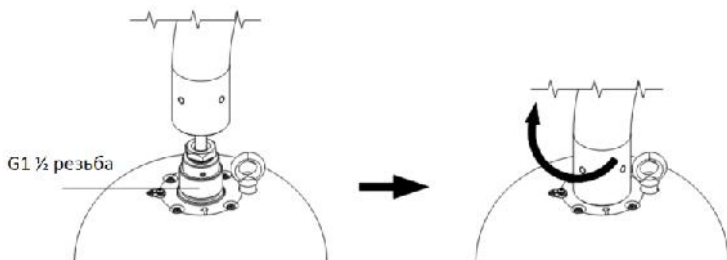

Рисунок 2-3 Установка кронштейна
3. Проложите кабели через кронштейн. Обмотайте G1 $\frac{1}{2}$ резьбу ФУМ лентой, совместите камеру и кронштейн и вращайте по часовой стрелке, пока камера не будет надёжно закреплена (рисунок 2-3).